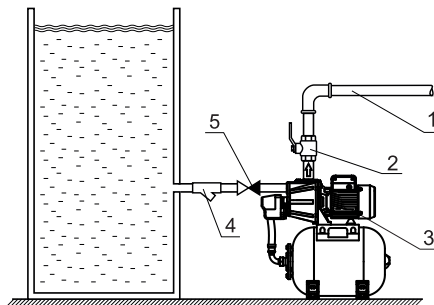

Рис.5. Подача воды из ёмкости
8.7. Для случаев работы насосной станции с подпором (вода сама поступает в насосную станцию из магистрали или емкости) (Рис.5) на входном патрубке насосной станции необходимо установить сетчатый фильтр (поз.4 Рис.5) и обратный клапан (поз.5 Рис.5).